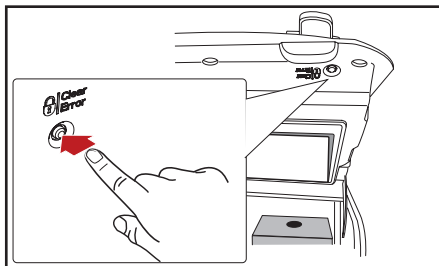

Bild 5.2 - Lås maskinen
1. Öppna maskindörren och tryck på LOCK/CLEAR-EKNOPPEN (bild 5.2) för att låsa maskinens gränssnitt för att förhindra leverans av drycker eller varmt vatten av misstag vid rengöring av yttre delar.